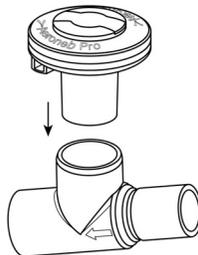

Abbildung 3: Anschluss der Verneblereinheit an das T-Stück
4. Die Verneblereinheit mit dem T-Stück verbinden, indem die Verneblereinheit fest auf das T-Stück gedrückt wird (Abbildung 3).
Bei der Verwendung eines Mundstücks die Verneblereinheit an das T-Stück anschließen (siehe Abbildung 3 in dieser Bedienungsanleitung) und dann das T-Stück mit dem Mundstück verbinden, indem die beiden Teile fest zusammengedrückt werden (Abbildung 14).